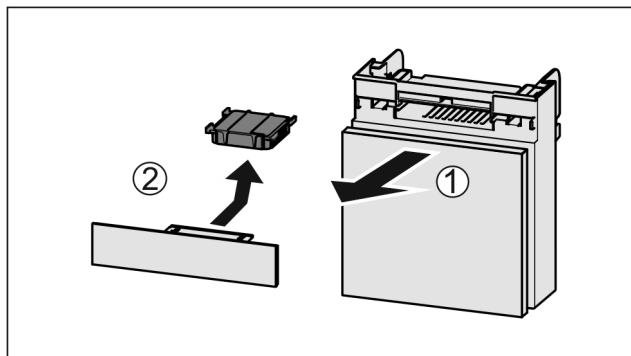

Fig. 34
- Lade vanaf de voorkant eruit trekken Fig. 34 (1).
- Actiefkoolfilter verwijderen Fig. 34 (2).